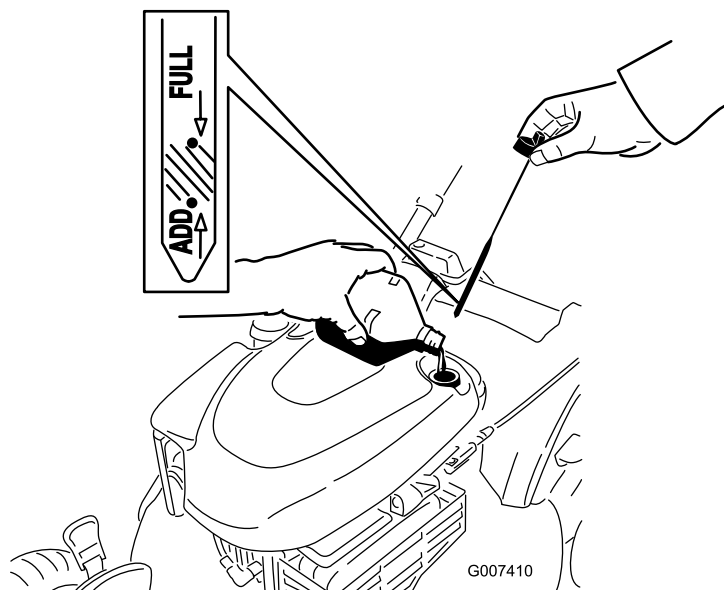

Bild 7
2. Entfernen Sie den Peilstab (Bild 7) und füllen Sie Öl in den Einfüllstutzen bis ca. 3/4 des Füllvolumens des Kurbelgehäuses ein.
5. Nehmen Sie den Peilstab heraus und lesen Sie den Ölstand am Peilstab ab, siehe Bild 7.
die Schritte 3 bis 5, bis der Ölstand richtig ist, wie in Bild 7 dargestellt.